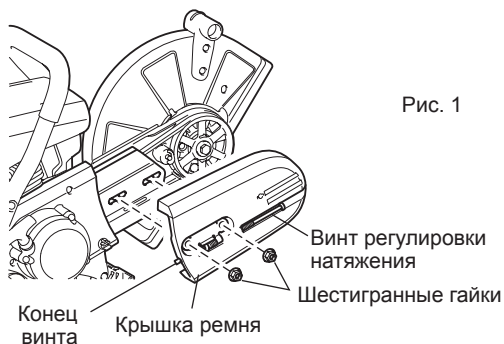

Рис. 1
- (1) Ослабьте крепежную гайку и поверните винт регулировки натяжения до тех пор, пока не будет виден конец винта. (Рис. 1)
- (2) Снимите крепежные гайки и крышку ремня. (Рис. 1)